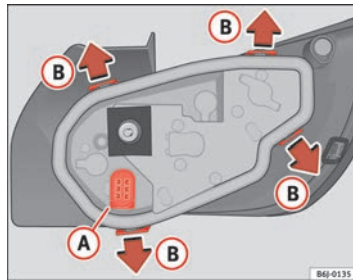

Fig. 148 Cambio lampade luci posteriori
- Togliere il portalampada, separandolo dalla scatola. Premere sulle linguette **8** nel senso indicato dalle frecce ⇒ pag. 236, fig. 148.